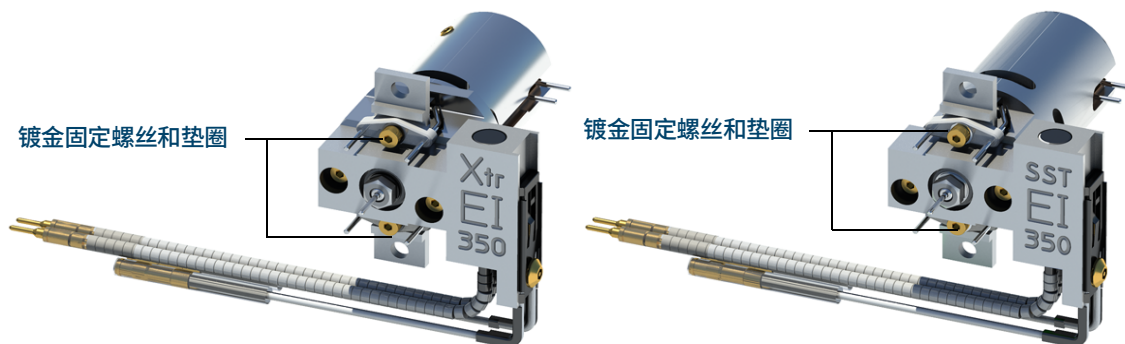

图 67. 更换灯丝
- 4 拆下灯丝的镀金螺钉和垫圈。（请参阅**图 67**（第 188 页）。）
- 6 使用镀金螺钉和垫圈固定新灯丝。（请参阅图 67。）